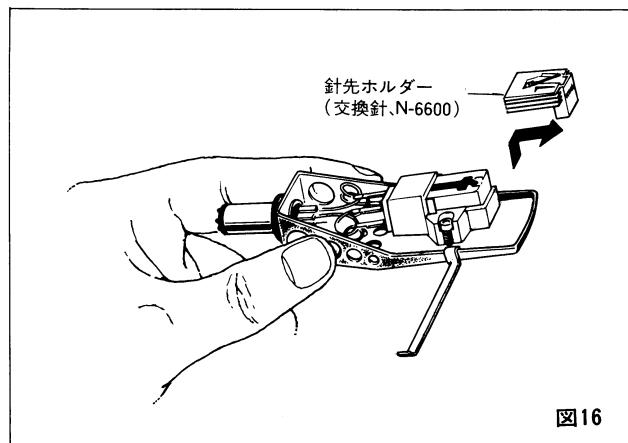

図16
- ①トーンアームからヘッドシェルを取り外します。
- ②古い針先ホルダーの手前を上側に上げて取り外します。(図16)
- ③新しい針先を②と逆の方法でさしこみ手前をカチッという手応えのあるまで押し下します。
- ④ヘッドシェルをトーンアームに取付けます。